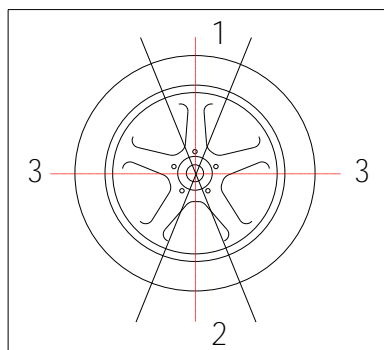

図 18 ウェイトの位置の調節
9. インバランスが 5-10g まだ残っている場合、図.18 に従って、調整して下さい。